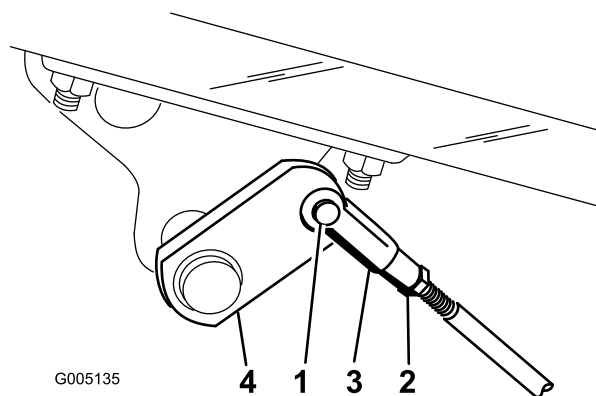

Figura 57
2. Nel caso in cui i freni non si blocchino in modo uniforme, togliete la coppia ed il perno del cavallotto per scollegare le aste dei freni (Figura 57).
3. Allentate il controdado e regolate il cavallotto come opportuno (Figura 57).
4. Montate il cavallotto sull'albero del freno (Figura 57).